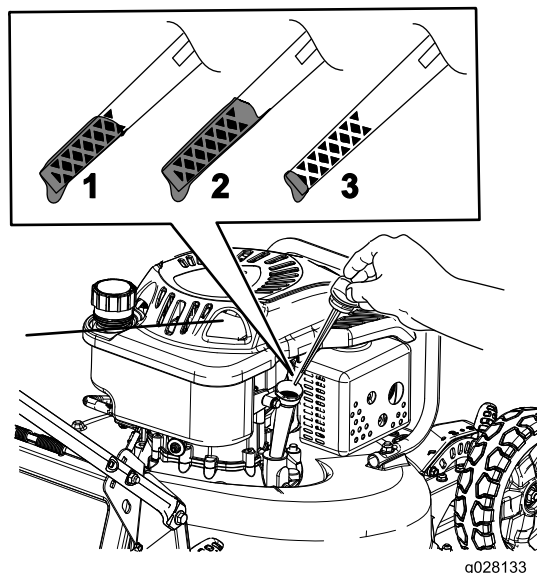

Figura 8
5. Retire la varilla y compruebe el nivel de aceite en la misma (Figura 8).
2. Retire la varilla (Figura 8) y vierta aproximadamente tres cuartas partes de la capacidad total del cárter por el tubo de llenado de aceite.